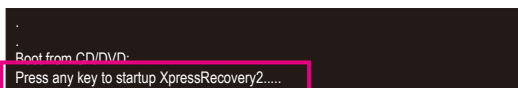

Figura 8
1. Reinicialize a partir do disco de driver da placa-mãe para acessar o Xpress Recovery2 pela primeira vez. Quando visualizar a mensagem a seguir: Pressione qualquer tecla para inicializar Xpress Recovery2 (Figura 8), pressione qualquer tecla para entrar no Xpress Recovery2.